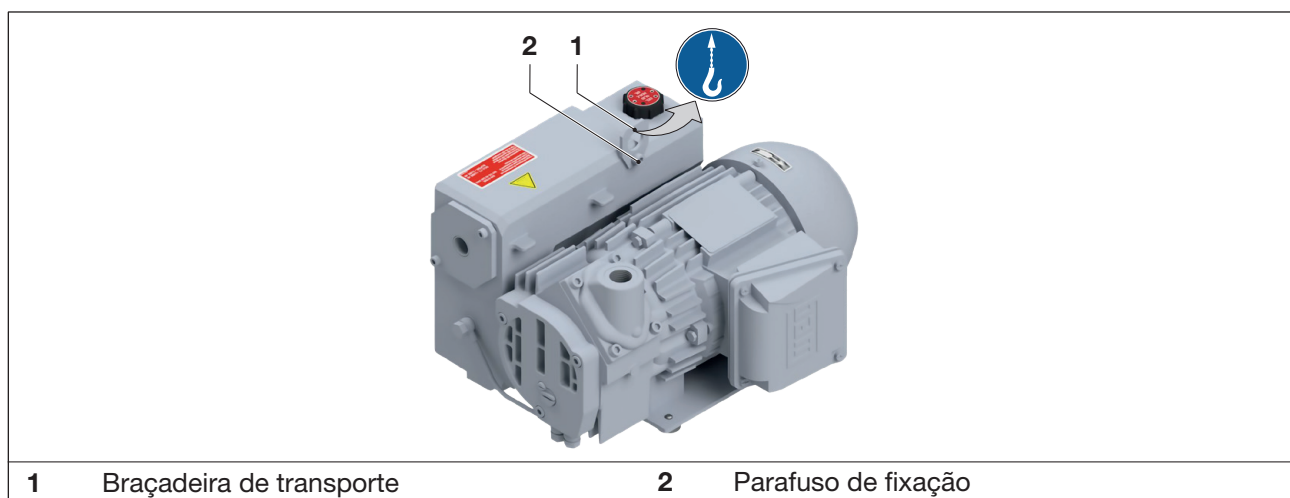

Fig. 1 Equipamento para elevação e transporte
- b) Apertar bem o parafuso de fixação (Fig. 1/2) da braçadeira de transporte (Fig. 1/1).
- c) Para elevar a bomba, suspenda-a com o aparelho de elevação na braçadeira de transporte (Fig. 1/1).